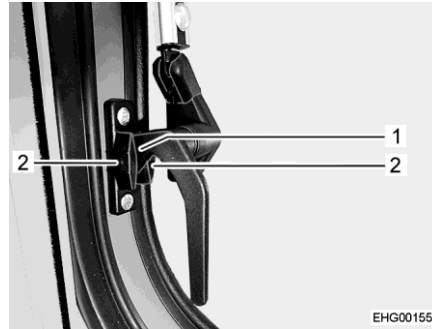

Bild 52 Låsarm, i sidan (i läget "kontinuerlig vädring")
- Sväng låsarmarna i sidorna ett kvarts varv nedåt. För in låsspaken (Bild 52,1) mellan de båda halvorna av låsblocket.